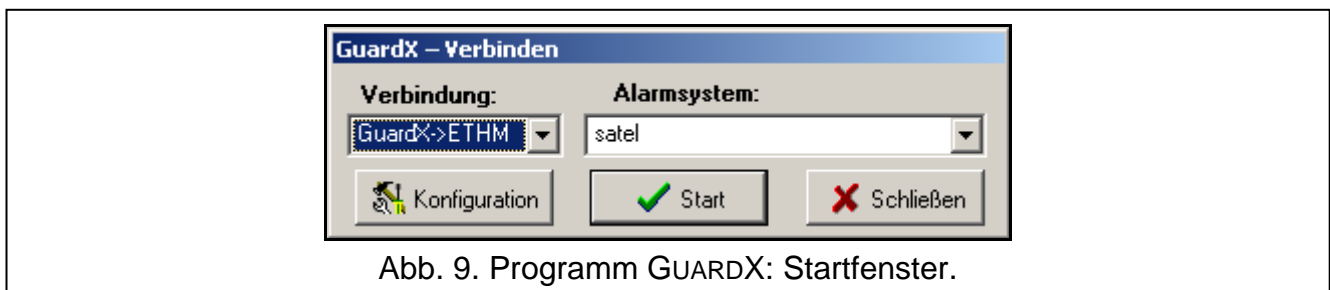
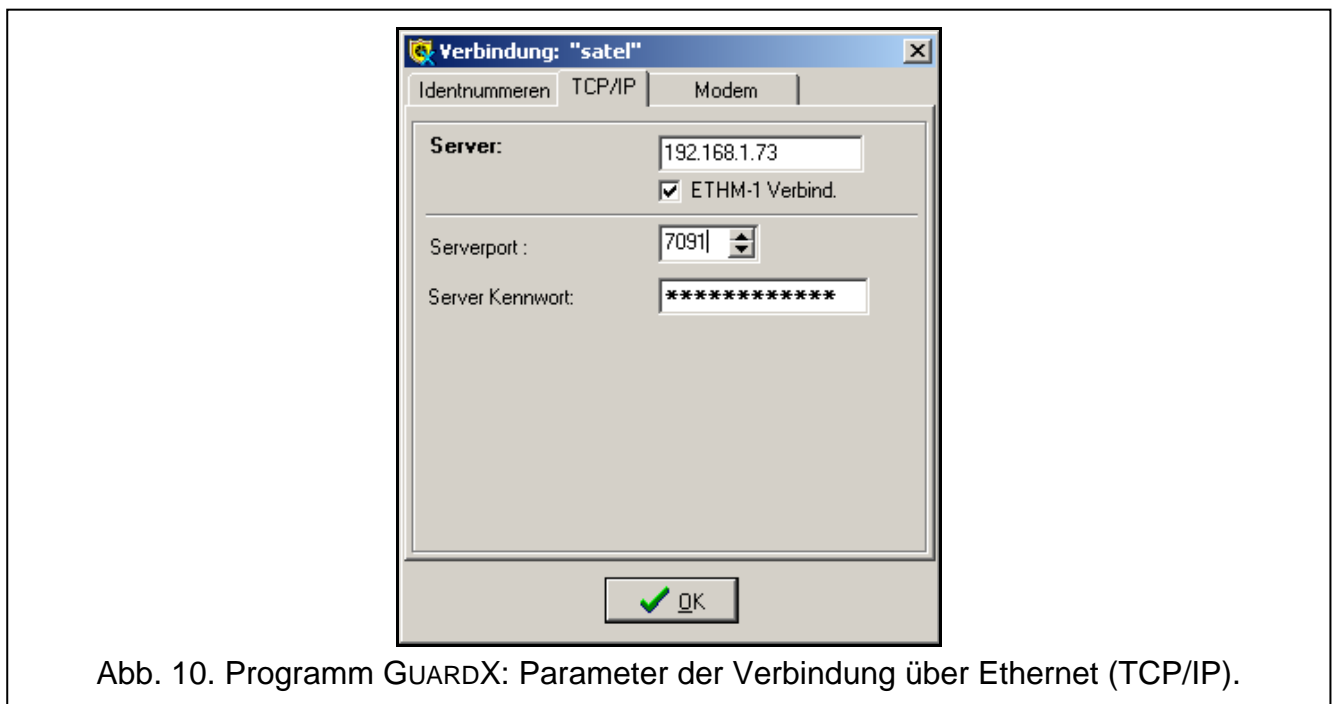

Abb. 9. Programm GUARDX: Startfenster.
Abb. 10. Programm GUARDX: Parameter der Verbindung über Ethernet (TCP/IP).
Im Startfenster des Programms GUARDX (siehe: Abb. 9) klicken Sie auf die Schaltfläche „Konfiguration“. Es wird ein Fenster geöffnet, in dem in der Registerkarte „TCP/IP“ (siehe: Abb. 10) programmieren Sie:
1. Im Startfenster im Feld „Verbindung“ wählen Sie „GuardX -> ETHM“ aus (siehe: Abb. 9), und klicken Sie auf „Start“.